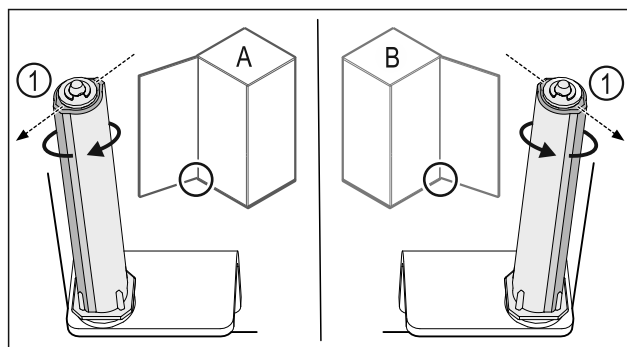

Fig. 37 Atidarymas į kairę (A) / atidarymas į dešinę (B)
- Sukite uždarymo sistemą, įveikdami pasipriešinimą, kol uždarymo sistemos pertvara Fig. 37 (1) bus nukreipta į išorę.